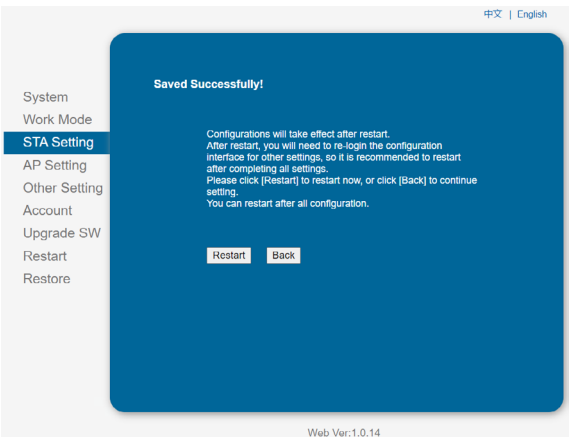

Fig. 55. Configuración de la WiFi guardada.
- El sistema mostrará le mensaje "Saved Successfully", hacer click en "Restart" para completar la configuración de la WiFi. Ver Fig. 55.